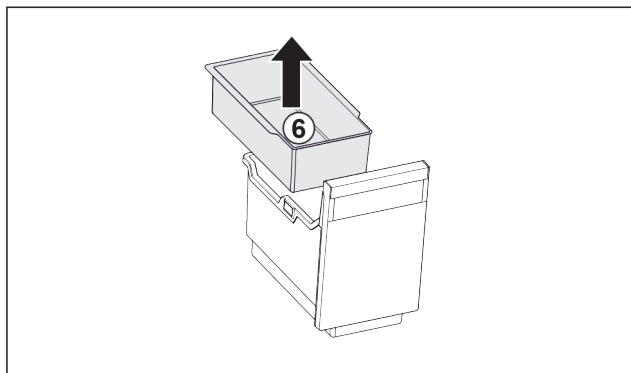

Fig. 24
- ▶ Retirer le Fig. 24 (6) balconnet pour glaçons.